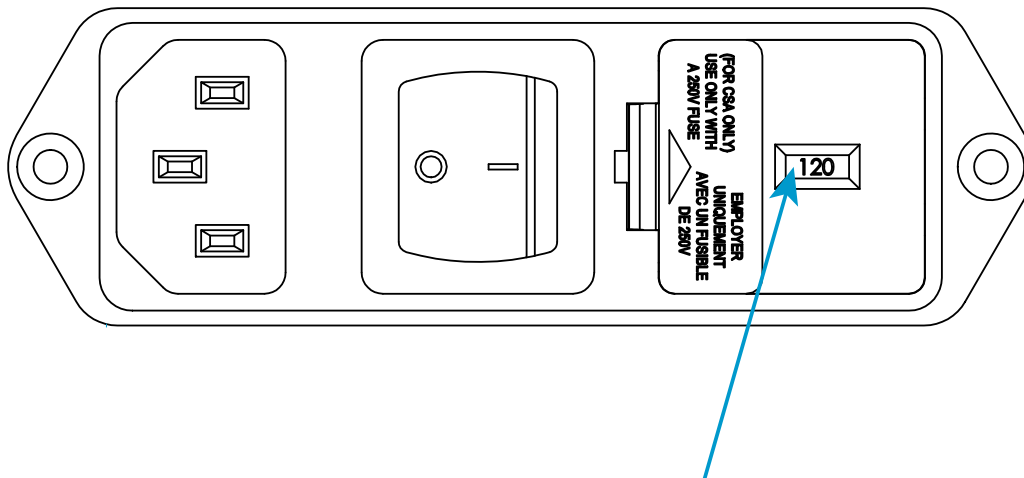

Abbildung 4. Netzeingangsbuchse mit Spannungseinstellung
2. Kontrollieren Sie die Netzeingangsbuchse und beziehen Sie sich auf Abbildung 4 auf Seite 38. Die in Abbildung 4 angezeigte Spannung ist 120V.
7. Setzen Sie den Sicherungshalter wieder in der Netzeingangsbuchse ein. Überprüfen Sie, dass der Anzeigestift jetzt die richtige Netzspannung anzeigt. Siehe Abbildung 4 auf Seite 38 zur Information.